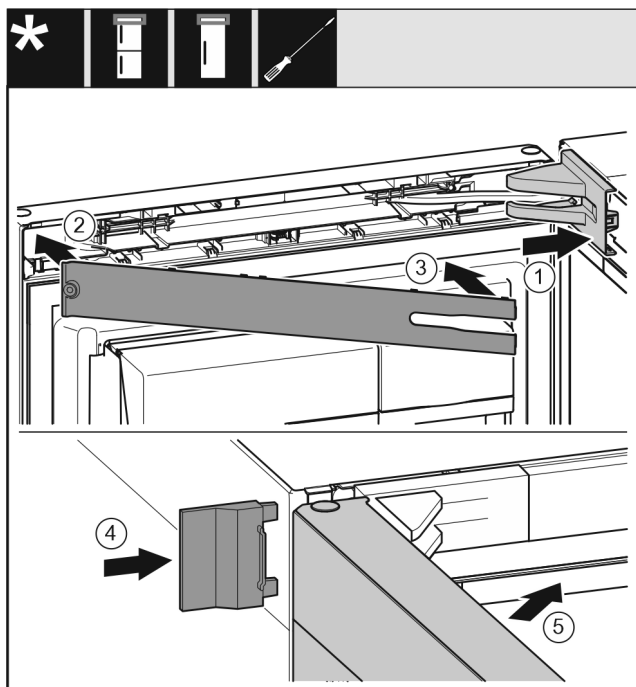

Fig. 25
- ▶ Nasadte a zaklapněte kryt stojanu ložiska, příp. opatrně odtlačte od sebe. Fig. 25 (1)
- ▶ Nasadte záslepku. Fig. 25 (2)
- ▶ Záslepku sklopte a zaklapněte. Fig. 25 (3)
- ▶ Nasuňte vnější kryt. Fig. 25 (4)
- ▶ Zavřete horní dveře. Fig. 25 (5)